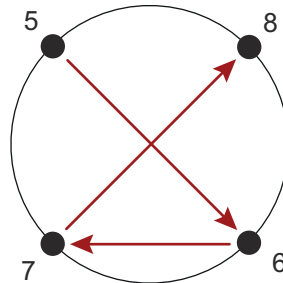

Figura 2
Procedure di saldatura errate possono deformare e incurvare la piastra a saldare - quindi si raccomanda di usare il kit dissipatore senza o-ring durante la saldatura per dissipare il calore dalla zona di saldatura, vedere Accessori e utensili a pagina 79. Una deviazione fino a $\pm 0,5$ mm (0,02") sul diametro interno (vedere Figura 2: Tolleranza di scostamento) è considerata entro limiti accettabili.
5. Continuare a saldare i punti da 5 a 8 della piastra a saldare al serbatoio come illustrato dall'interno (Figura 2).